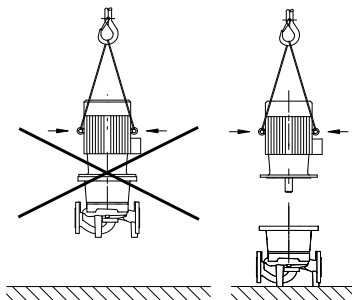

Fig. 6: Transporte del motor
- Las argollas de transporte del motor sirven solo para el transporte del motor, no para el transporte de toda la bomba (Fig. 6).